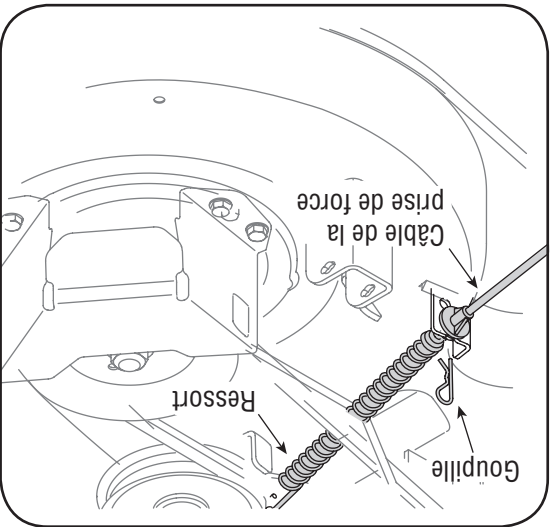

Figure 6-4
11. Pour les modèles avec prise de force manuel, enlevez la goupille épinglée qui maintient le câble de la prise de force sur l'arrière du plateau de coupe. Voir la Figure 6-4. Retirez le câble de la prise de force et le ressort annexe du plateau de coupe.